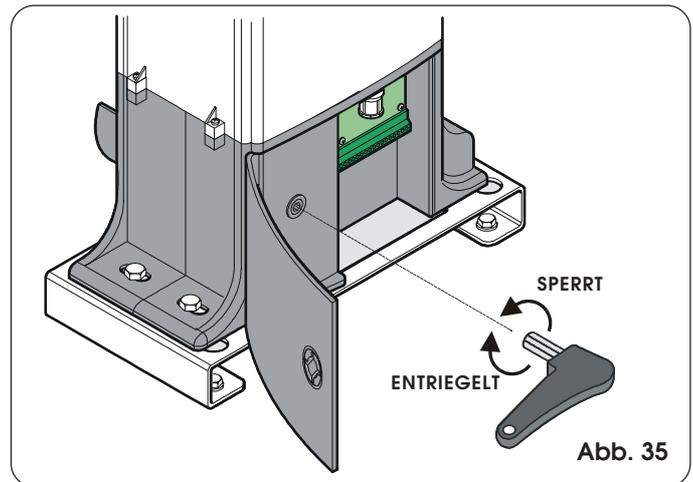

Abb. 35
- Den mitgelieferten Schlüssel, der hinter der Klappe untergebracht ist, herausnehmen. Den Schlüssel in das Entriegelungssystem stecken und im Uhrzeigersinn bis zum mechanischen Anschlag drehen (Abb. 35).
- Den Entriegelungsschlüssel im Gegenuhrzeigersinn bis zum mechanischen Anschlag drehen (Abb. 35).